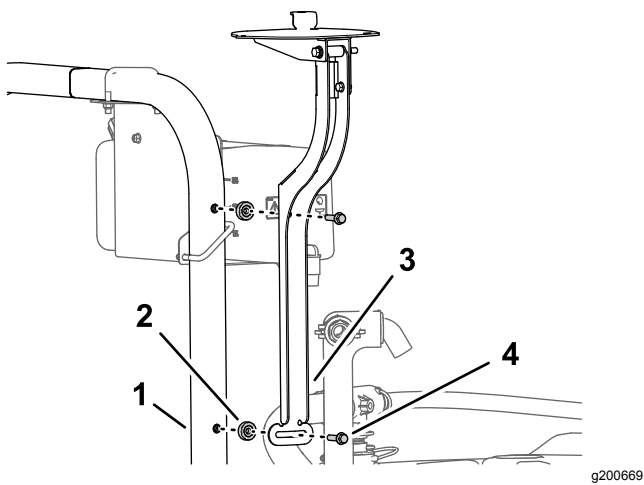

图 153
1. 如图 153 所示用凸缘头螺栓 $\frac{3}{8}$ x 1 $\frac{1}{2}$ 英寸将接收器安装支架和隔片 $\frac{3}{8}$ x 7/16 英寸安装到翻车保护杆上。